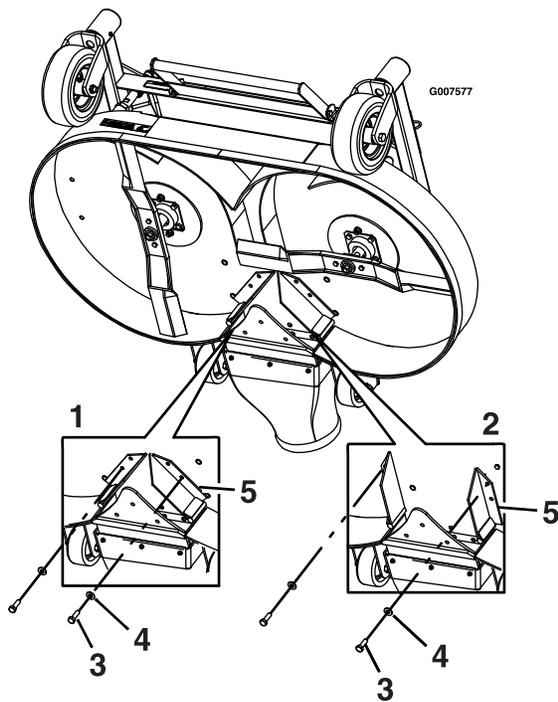

Рисунок 12
7. Удалите болт с шайбой в передней части каждого дефлектора FRS (Рисунок 12).